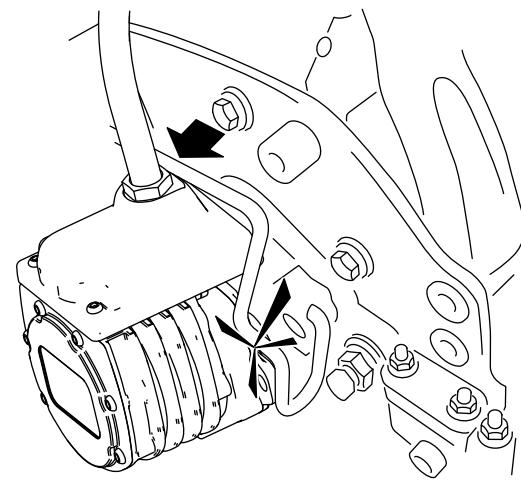

Bild 47
6. Schmieren Sie die Keilwelle des Mähwerkmotors mit sauberem Fett ein (Bild 47).
7. Setzen Sie den Motor in die linke Seite des Mähwerks (aus Sicht der Bedienerstellung) und ziehen die Motorbefestigungsstange am Mähwerk zum Motor, bis Sie einen deutlichen Klick von beiden Seiten des Motors hören (Bild 47).